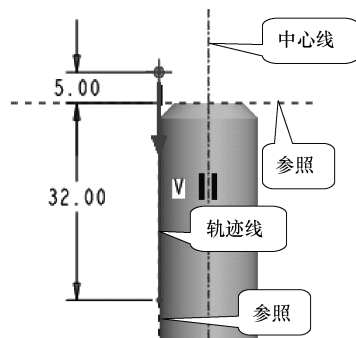
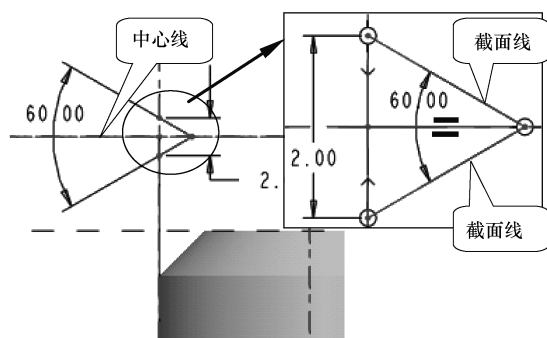

图 6-85 定义轴线和扫描轨迹
图 6-86 定义截面
(14) 选择菜单栏中的【草绘】|【参照】选项,弹出【参照】对话框,选取如图 6-85 所示的参照。
(15) 此时【螺旋扫描】对话框中的【元素】列表中的“>”指向【扫引轨迹】选项，在图形区草绘中心线和轨迹线，定义扫描轨迹如图 6-85 所示。
(16) 单击【草绘器工具】工具栏中的【完成】按钮 ，完成轨迹定义，此时【螺旋扫描】对话框中的“>”指向【螺距】选项。
(17) 消息区提示“输入节距值”，在其后的组合框中输入节距值为“2”，在图形区单击鼠标中键接受该值完成螺距的定义。
(18) 此时【螺旋扫描】对话框中的【元素】列表中的“>”指向【截面】选项，进入草绘界面。
(19) 在草绘环境中定义截面，如图 6-86 所示，单击【草绘器工具】工具栏中的【完成】按钮 ，完成截面定义。